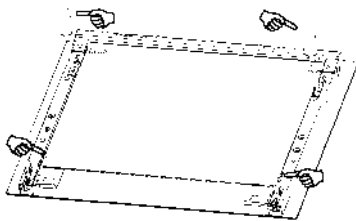

Figure 11
3. Pour placer le verre central sur les supports correspondants avec précision, et serrez les vis, comme indiqué sur la figure 11.